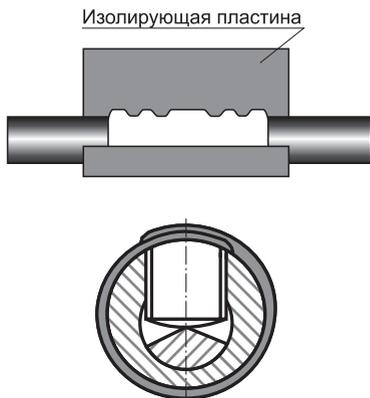

Рисунок 12.
4.24 Обезжирить гильзы и прилегающие к ним участки трубок на расстоянии не менее 50 мм. Обернуть гильзы пластиной герметика (из комплекта «Герметик для гильзы»), для чего снять с одной стороны пластины бумагу, расположить её симметрично относительно середины гильзы, край пластины расположить на местах срыва головок винтов (пластина должна полностью закрыть места срыва головок болтов) и обернуть гильзу, постепенно снимая бумагу. После обертывания гильзы места срыва головок болтов должны быть закрыты пластиной в два слоя. Обжать пластину рукой (рисунок 12).